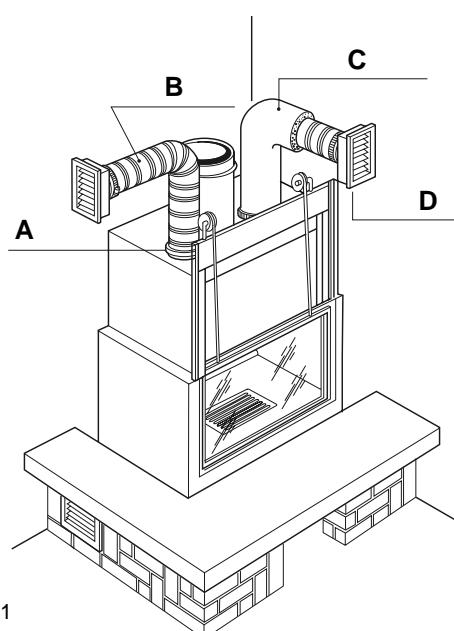

Fig. 5.7.1
5.7.1 Raccordo in controcappa per riscaldamento in unico ambiente (Fig. 5.7.1)
Applicare i tubi flessibili (\varnothing 140 mm) per la distribuzione d'aria calda alle bocchette di uscita, sopra la cappa, fissandoli con le apposite fascette. Insonorizzare i tubi rivestendoli con materiale isolante (materassino di lana di roccia) (Fig. 5.7.1: A-fascette, B-tubo di distribuzione, C-coibentazione, D-bocchette).
5.7.1 Protection hood connections for heating one room (Fig. 5.7.1)
(Fig. 5.7.1: **A**-Clamps, **B**-Distribution pipe, **C**-Insulation, **D**-Air outlet grille)
5.7.1 Anschluss an eine Gegenhaube zum Heizen eines Einzigen Räumes (Abb. 5.7.1)
Die Schläuche (Ø 140 mm) für die Warmluft an den Auslaßstutzen über der Abzugshaube anordnen und mit den dafür vorgesehenen Rohrschellen befestigen. Die Schläuche mit schalldämpfendem Material (Steinwolle) isolieren (Abb. 5.7.1: **A**-Rohrschelle, **B**-Verteilungsleitung, **C**-Isolierung, **D**-Stutzen).